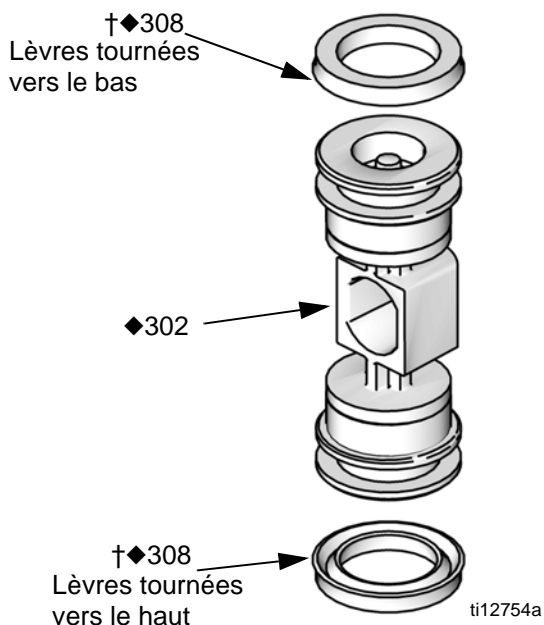

FIG. 10. Pose des coupelles en U des vannes d'air
2. Voir FIG. 10. Lubrifiez les coupelles en U (308†♦) et montez-les sur le piston (302♦) en orientant les lèvres vers le centre du piston.